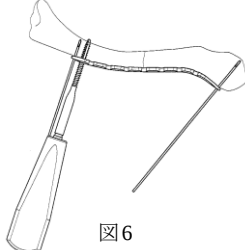

図6
- 7) 骨質が硬い場合は、3.5ロックングスクリュー用タップ (グリップ型) で、ブレッタップを行います。 (図6)